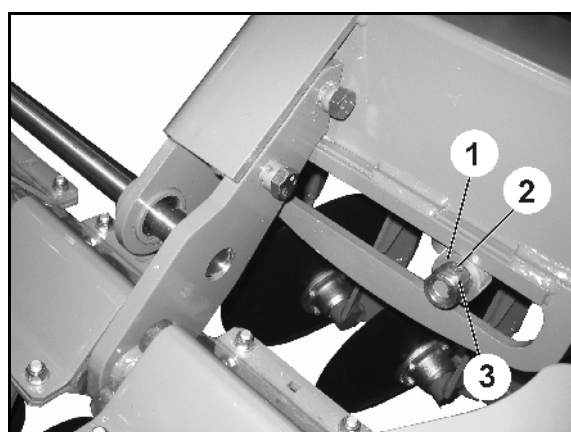

Рис. 48
Для замены ролика (Рис. 48/1) поставьте разложенный агрегат так, чтобы не было нагрузки на ролик.
1. Ослабьте резьбовое соединение (Рис. 48/2).
2. Снимите втулку (Рис. 48/3).